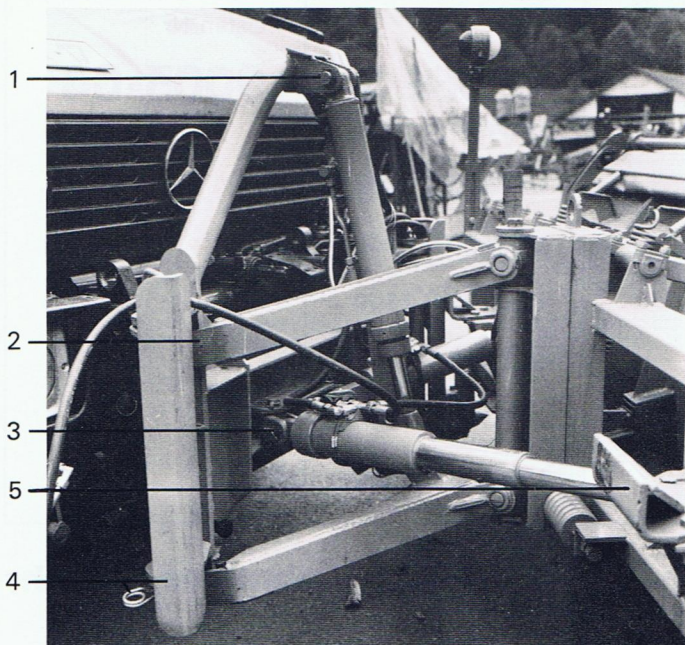

Bild 1
Hubzylinder mit Kolbenstange nach unten mittels Bolzen in Geräteplatte einhängen und mit Klappsplint sichern (Bild 1, Pos. 1).
Parallelogramme des Vorbaugerätes in die vorgesehenen Bohrungen der Geräteplatte mit Steckbolzen einhängen (Bild 1, Pos. 2).
Umstellzylinder mit Gelenkstücken, Bolzen und Klappsplinten an Geräteplatte und Pflug anbringen (Bild 1, Pos. 3).
Anschläge mit jeweils 3 Schrauben, Muttern und Federringen an Pflug montieren (Bild 1, Pos. 5).
Halbschalen mit Umsteckbolzen seitlich an Geräteplatte anbringen und mit Federstecker sichern (Bild 1, Pos. 4).
Leerfahrtsicherung am oberen Bolzen der Hubzylinderaufhän-gung einhängen und mit Klappsplint sichern (Bild 1, Pos. 1).
- Attach the lift cylinder with the piston rod pointing downwards to the attachment plate using pins and secure with spring clip (Fig. 1, Item 1).
- Fix the parallelogram arms of the front-mounted implement in the holes provided on the attachment plate using lynch pins (Fig. 1, Item 2).
- Mount orientation cylinder with ball ends, pins and spring clips on to the implement plate and snowplough (Fig. 1, Item 3).
- Fix bearing halves with lynch pins to each side of the implement plate and secure with spring pins (Fig. 1, Item 4).
- Connect the hydraulic hoses according to Figure 1 and the Diagram on Page 4 to the relief valve, orientation cylinder, lift cylinder and quick-couplers. Lead the four hoses which connect to the UNIMOG through the eye in the attachment pin and bind together with a band.
Accrocher le vérin de relevage à la plaque d'attelage à l'aide des broches (la tige vers le bas) et assurer avec les goupilles rabattables (Fig. 1, Pos. 1).
Fixer les parallélogrammes de l'outil aux oeillets prévus dans la plaque d'attelage au moyen des broches (Fig. 1, Pos. 2).